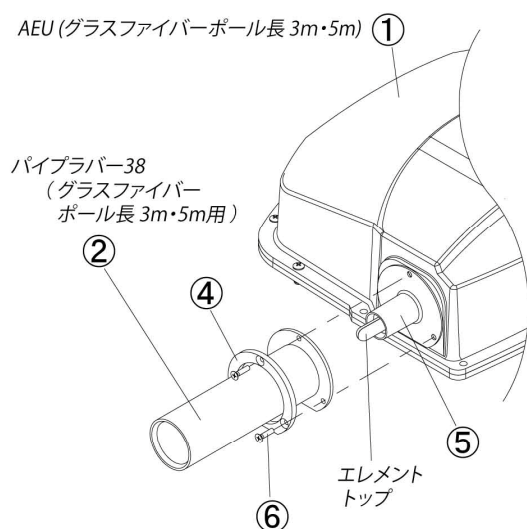
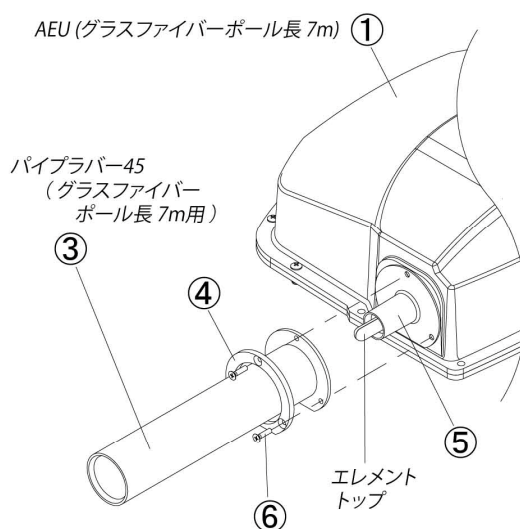

図1-1
図1-2
- ⑦ アンテナエレメントケース
- ⑧ カバープレート
- ⑨ プレートラバー (防水パッキン)
- ⑩ 同軸ケーブル用コネクタ (ラジエータのみ)
- ⑪ ジャンクションケーブル用コネクタ
- ⑫ グラスファイバーポール
*本組立説明書では①～⑪が組立てられた状態をアジャスタブルエレメントユニット(AEU)と呼称します。
工場出荷時のAEUは、「図1-1、図1-2」にある②パイプラバー38、③パイプラバー45が組付けてありません、④ラバーサポートのみが組付けてあります。
「表1、図1-1、図1-2」に従って組立て直してください。
[表1、図1-1、図1-2参照]
- ・ [表1、図1-1、図1-2] はAEU1台分の部品構成表・図です。モデルによって組立てる台数は異なります。例えばKA1-406SであればAEU6台を組立てます。
- ・ パイプラバーは、AEUに搭載されているエレメントの長さによって二種類の長さがあります。使用するガラスファイバーポールの長さが「3m・5m」のAEUは、長さが短い「②パイプラバー 38」を使用します。これはガラスファイバーポール長3m・5mの専用の部品です。
- ・ 使用するガラスファイバーポールの長さが7mのAEUは、長い「③パイプラバー 45」を使用します。これはガラスファイバーポール長7mの専用の部品です。